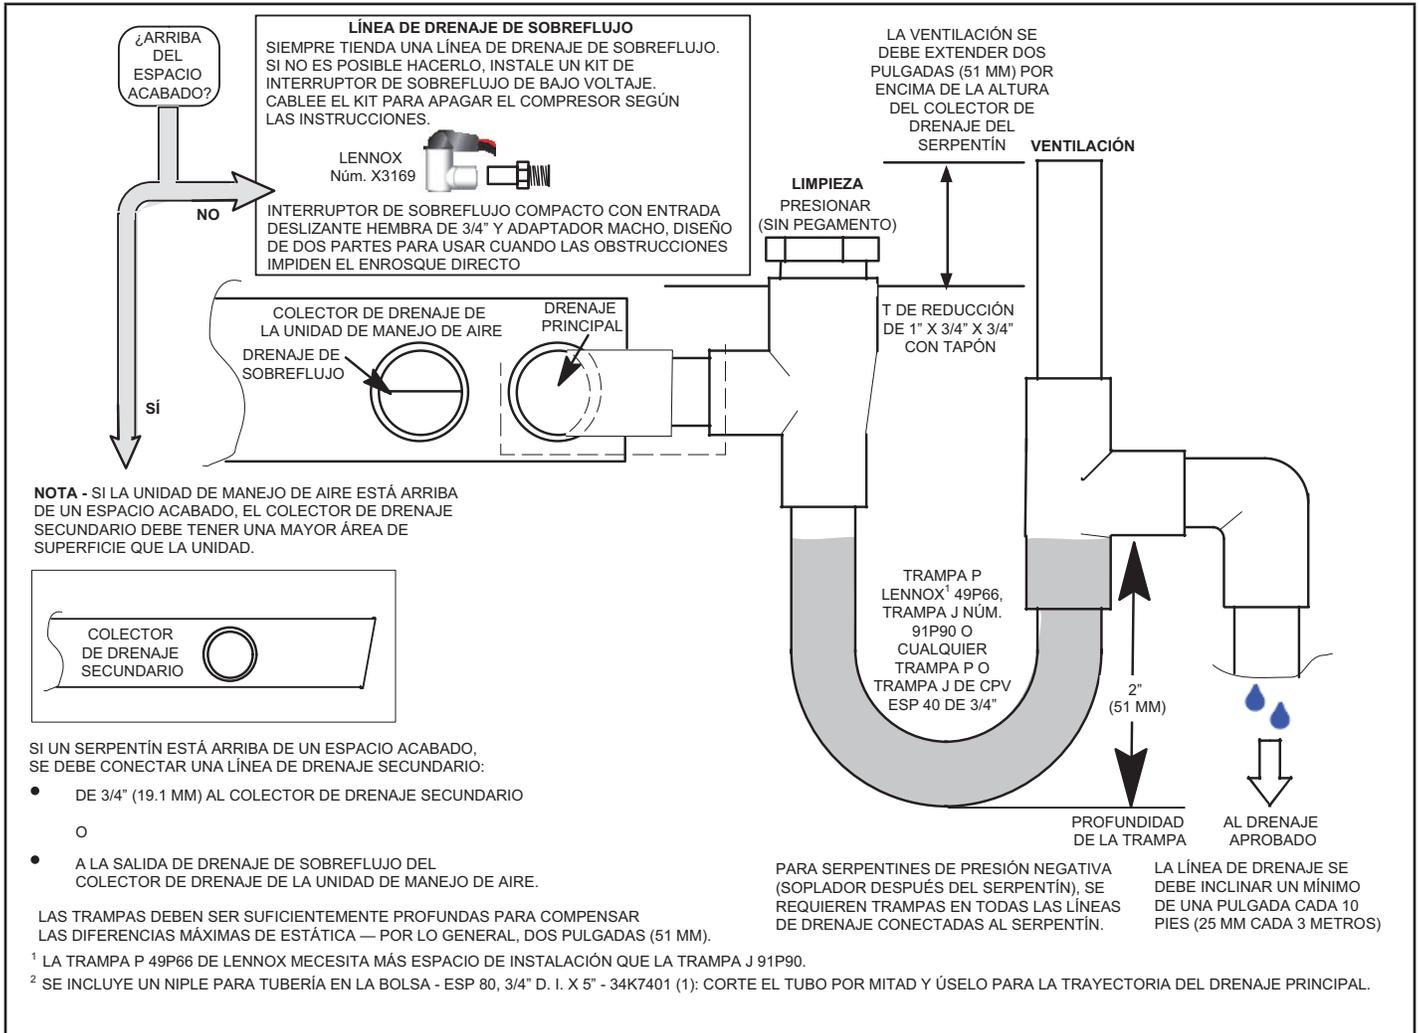

FIGURA 10. Drenaje típico principal y de sobreflujo
- 6 - Instale una trampa de 2" en las líneas de drenaje principales (primarias) lo más cerca posible de las unidades (ver la Figura 10). Asegúrese de que el extremo superior de la trampa esté debajo de la conexión al colector de drenaje para que el colector se drene por completo.